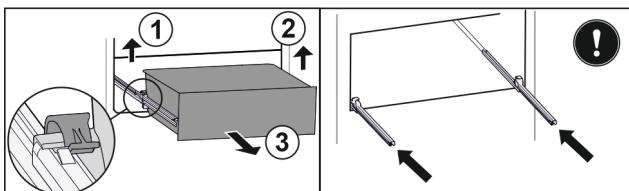

Fig. 152
- Linke Klemme anheben und gleichzeitig Schubfach links nach vorne ziehen. Fig. 152 (1)
- Rechte Klemme anheben und gleichzeitig Schubfach rechts nach vorne ziehen. Fig. 152 (2)
- Schubfach nach vorne entnehmen. Fig. 152 (3)